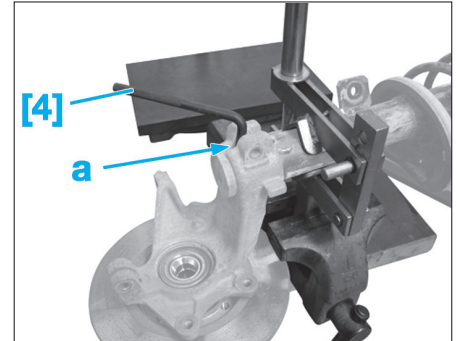

Fig. 13
- Déposer la vis d'accouplement (7) pivot/élément de suspension.
- Insérer l'outil [4] (En "a") et faire un quart de tour pour déverrouiller le pivot (Fig.13).